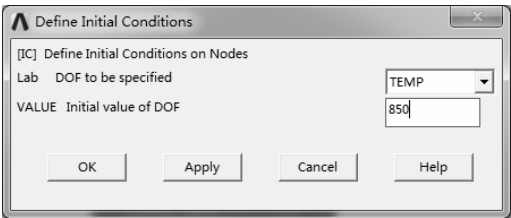

图 8-121 “Define Initial Conditions” 对话框
1) 施加初始温度。选择 “Main Menu>Preprocessor>Loads>Apply>Initial Condit’n>Define” 命令，弹出图形选取窗口，单击 “Pick All” 按钮，选择所有的曲面，弹出 “Define Initial Conditions” 对话框，设置初始温度为 850，如图 8-121 所示。单击 “OK” 按钮完成。